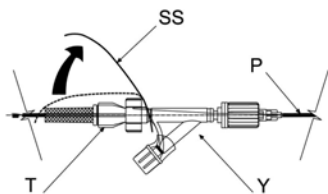

Fig. 18
- Cortar ou remover o laço de segurança (SS). Fig. 18.